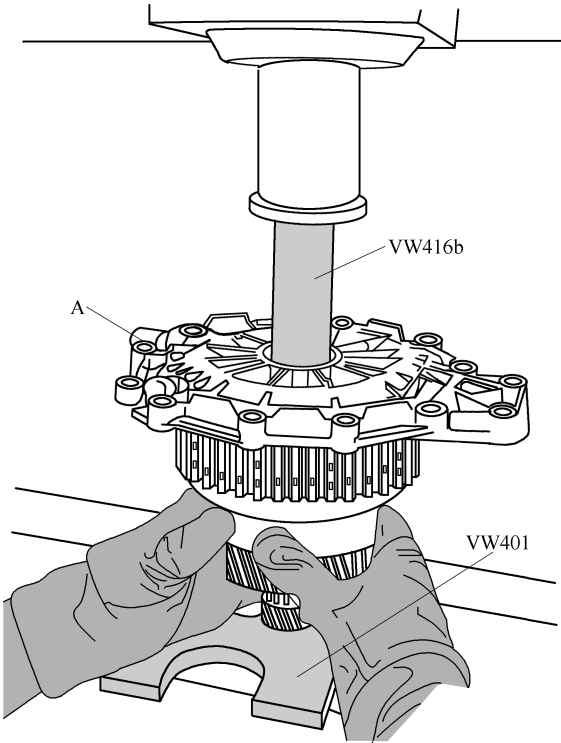

图 2-2-35 用液压压力机将输入轴盖板 A 与管件 VW416b 按压到输入轴上
(4) 用液压压力机将输入轴盖板 A 与管件 VW416b 按压到输入轴上，直至极限位置，如图 2-2-35 所示。